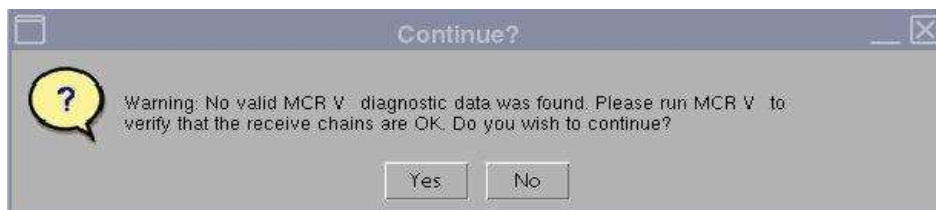

Figura 2
*Observação:* se aparecer a advertência “No valid MCR-V (or MCR2/3)” (Sem MCR-V válido [ou MCR2/3]) (Figura 2), selecione [Yes] (Sim) e continue com o teste. O diagnóstico do MCR-V deve ser realizado antes de virar o sistema para o cliente.